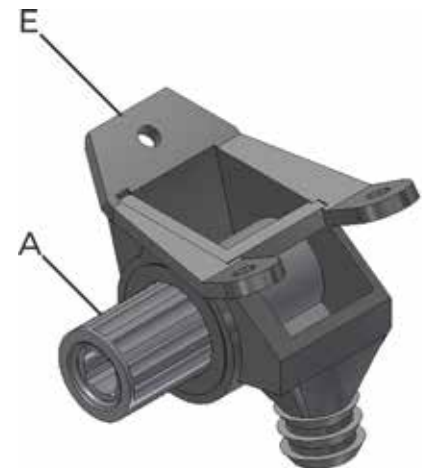

fig. 44
A distribuição de sementes miúdas é realizada por um rotor (A) (fig. 44/45), montado em um conjunto dosador de sementes miúdas (E) (fig. 44/45), montado em um conjunto dosador de sementes miúdas (E), o qual é acionado por um eixo quadrado (B) (fig. 44), com a possibilidade de deslizamento sobre esse eixo, determinando uma maior ou menor quantidade de sementes a ser distribuída.